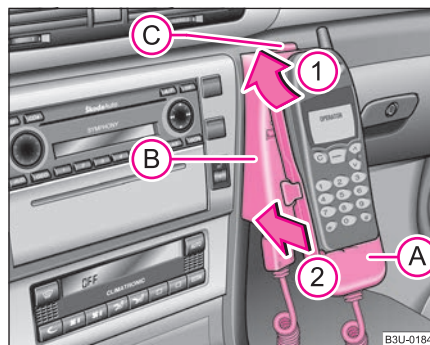

Abb. 132 Universal-Telefonanschluss vorn
- Setzen Sie den Adapter ohne Telefon in die Halterung **(B)** zuerst in Pfeilrichtung **(1)** ⇒ Seite 122, Abb. 132 ein, bis der Adapter den Anschlag berührt. Drücken Sie dann den Adapter leicht in Pfeilrichtung **(2)**, bis er einrastet.